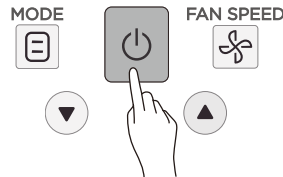

Figura 10
1. Ao pressionar  (vide Figura 10), o controlador remoto exibirá o ícone  em sua tela. Em seguida, a unidade interna operará;